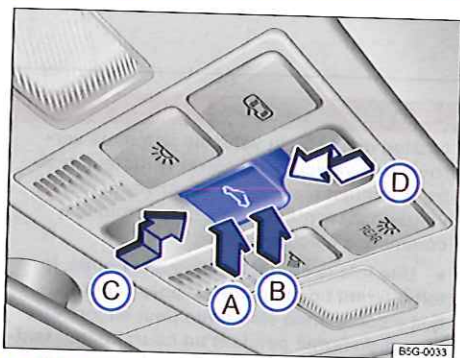

Fig. 40 Dans le ciel de pavillon : touche du toit ouvrant coulissant/relevable panoramique à commande électrique
La touche  $\Rightarrow$ fig. 40 est une touche à 2 positions. Dans la 1^{re} position, il est possible de relever, d'ouvrir ou de fermer le toit partiellement ou complètement.
Fonction	Mesure à prendre $\Rightarrow$ fig. 40
- *Toit ouvrant coulissant/relevable panoramique à commande électrique* : en l'espace d'environ 5 secondes après le déclenchement du dispositif antipincement, poussez la touche  $\Rightarrow$ fig. 40 dans le sens de la flèche  jusqu'en 2^e position et maintenez-la enfoncée jusqu'à ce que le toit ouvrant coulissant/relevable panoramique à commande électrique soit entièrement fermé.